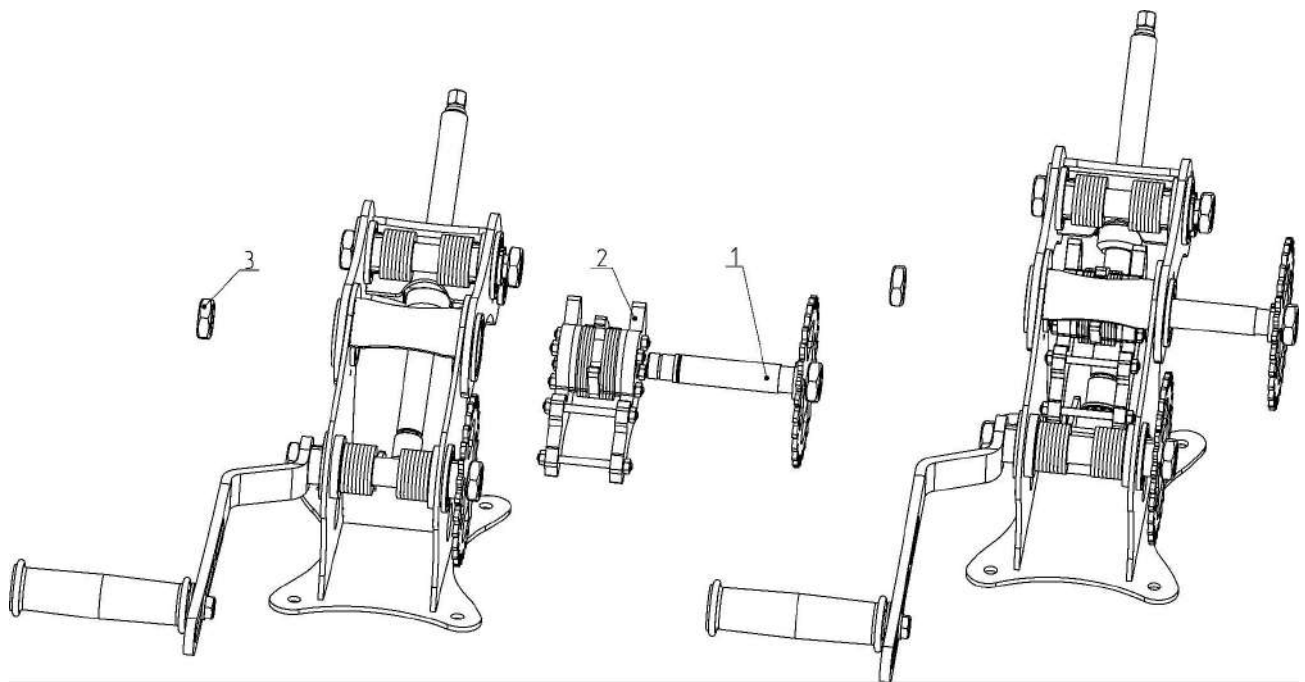

Рисунок 7 — Порядок установки углогиба на трубогиб.
В дополнительную поставку трубогиба входит углогиб (см. Рисунок 7). Чтобы установить углогиб (2) на трубогиб, необходимо открутить гайку (3), достать вал (1), установить углогиб так, чтобы центральная планка рамы была между выступами центральной пластины углоггиба, вставить вал обратно и закрутить гайку. Для работы с углогибом необходимо снять шестерню с вала подвижной рамы.